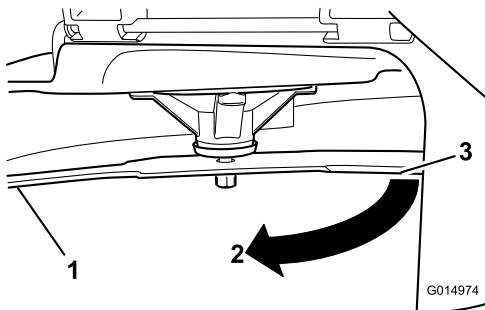

**Figura 53**
5. Mida desde la punta de la cuchilla hasta la superficie plana (Figura 53).